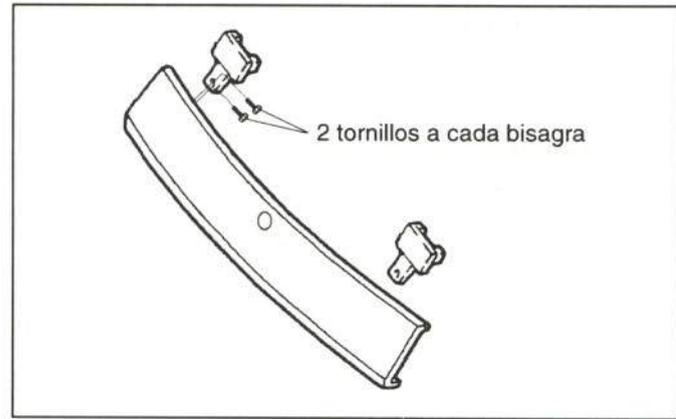

Figura 18.- Fijación del capó delantero
En la figura 18 se muestra su fijación.
- Capó delantero (figura 18)